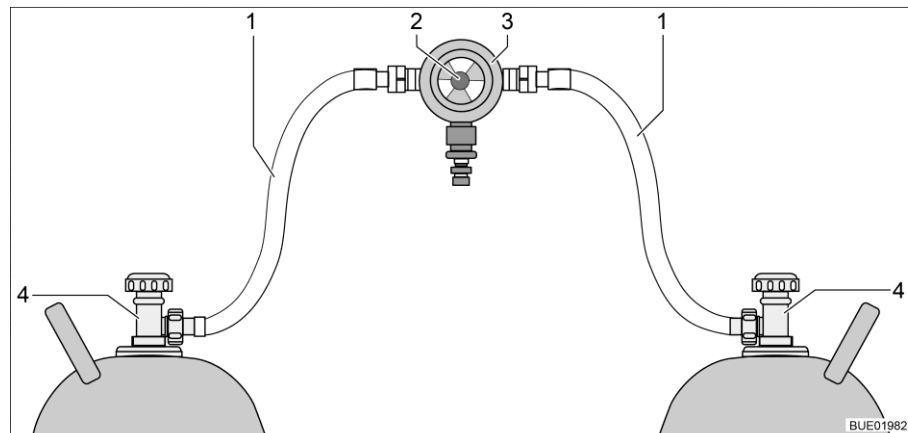
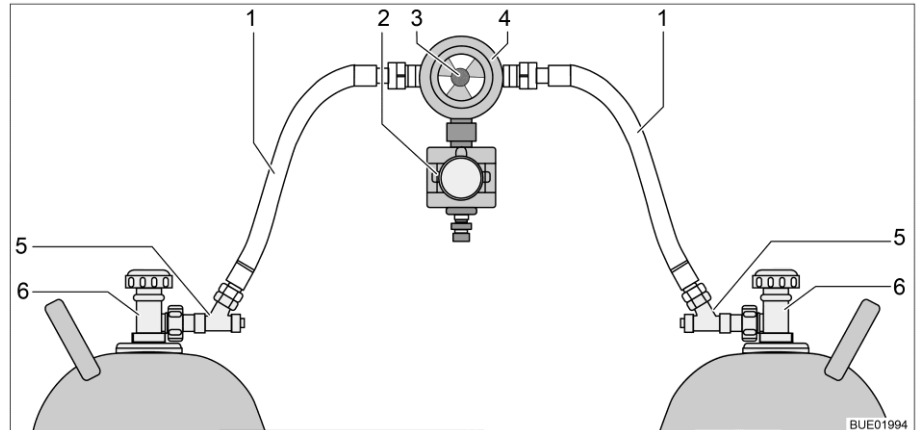

Fig. 173 Impianto di commutazione per bombole del gas
Fig. 174 Impianto di commutazione per bombole del gas con CPU
L'impianto di commutazione per bombole del gas è formato da un regolatore di pressione del gas combinato con valvola di commutazione e indicazione (Fig. 173,3). L'impianto di commutazione per bombole del gas è montato tra i due tubi del gas (Fig. 173,1).
L'impianto di commutazione per bombole del gas è formato da un regolatore di pressione del gas combinato con valvola di commutazione e indicazione (Fig. 174,4) e una elettrovalvola (Fig. 174,2). In caso di frenata brusca, incidente o inclinazione straordinaria, l'elettrovalvola blocca l'alimentazione del gas al veicolo. L'impianto di commutazione per bombole del gas è montato tra i due tubi del gas (Fig. 174,1) con dispositivi antirottura del tubo flessibile (Fig. 174,5).
L'impianto di commutazione per bombole del gas garantisce una pressione del gas costante, indipendentemente da quale bombola provenga l'alimentazione del gas. L'indicatore nella valvola di commutazione indica il livello di riempimento della bombola in uso. Se l'indicatore è verde, il rifornimento di gas viene fatto dalla bombola in uso. Quando l'indicatore è rosso, la bombola in uso è vuota. Il rifornimento di gas avviene poi tramite la bombola di riserva. Con la manopola (Fig. 173,2 o Fig. 174,3) sull'impianto di commutazione per bombole del gas è possibile stabilire quale delle bombole del gas viene utilizzata come bombola in uso e quale come bombola di riserva.
Sulla centralina di controllo (Fig. 175) possono venire azionate solo le funzioni elettriche. Le valvole principali di arresto delle bombole del gas (Fig. 173,4 o Fig. 174,6) devono essere aperte manualmente.
- Aprire le valvole principali di arresto delle bombole del gas (Fig. 173,4 o Fig. 174,6).
- Premere i dispositivi antirottura del tubo flessibile (Fig. 174,5) uno dopo l'altro per 10 secondi.
- Con la manopola (Fig. 173,2 o Fig. 174,3) sull'impianto di commutazione selezionare la bombola del gas, da cui deve provenire la principale alimentazione del gas (bombola in uso). Girare la manopola fino all'arresto.
- Chiudere le valvole principali di arresto delle bombole del gas (Fig. 173,4 o Fig. 174,6).